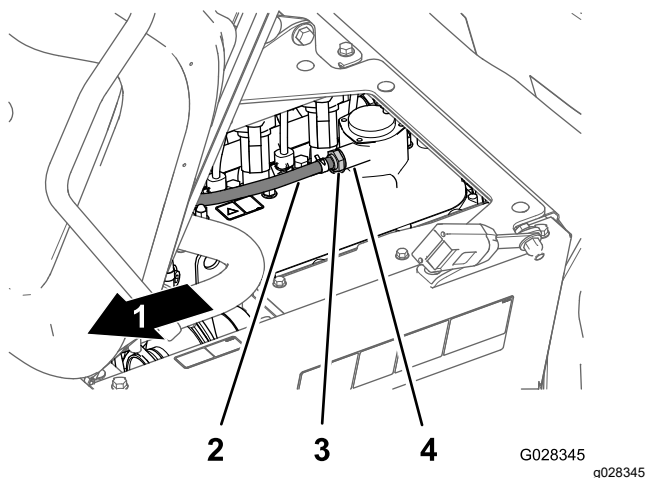

図 81
2. バルブカバーのフィッティングからPCVバルブを取り外す 図 81。
注 バルブ内部にあるレストリクタがカラカラと音を立てる場合は継続使用可能。バルブを振っても中から音がしない場合はPCVを交換する 図 81。
4. バルブカバーのフィッティングの一番奥までPCVバルブを押し込む 図 81。